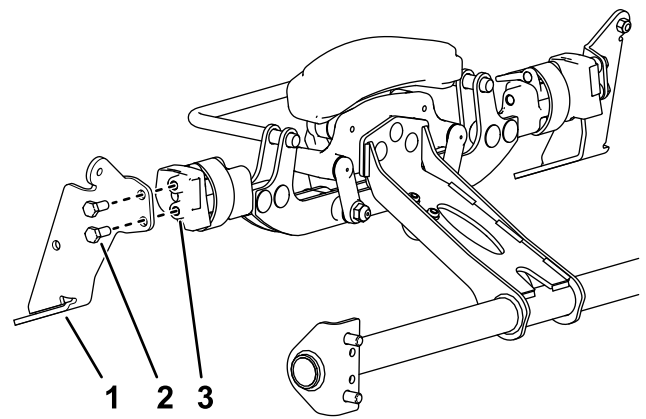

Figura 4
2. Instale um suporte de escova em cada lado da unidade de corte utilizando dois parafusos (5/16 x 3/4 pol.) como se mostra na Figura 4.